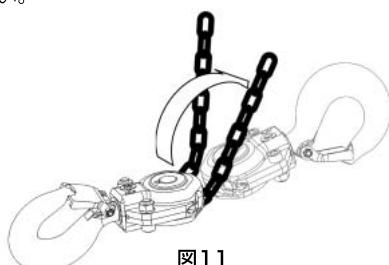

図11
- (29) 本体に取り付けられた注意ラベルや銘板を外したり、不鮮明なまま使用しないでください。
- (30) 人間の手動力以外での操作はしないでください。
- (31) 無負荷側のロードチェーンに荷を掛けない。無負荷側に負荷がかからない様にしてください。
- (32) 玉掛け用具はフックに正しく掛けてください。
- (33) 巻上げは、ロードチェーンまたは玉掛け用具が張ったところで一度停止してください。
- (34) ロードチェーンの掛け数が2本以上の場合は、下フックがロードチェーンの間をくぐってトンボ返りした異常状態になっていないか確認してください。図11
- (35) 本体・ロードチェーンに砂などがたいたい積しないよう常に清掃してください。
- (36) 作業に対し揚程が十分であることを確認してください。